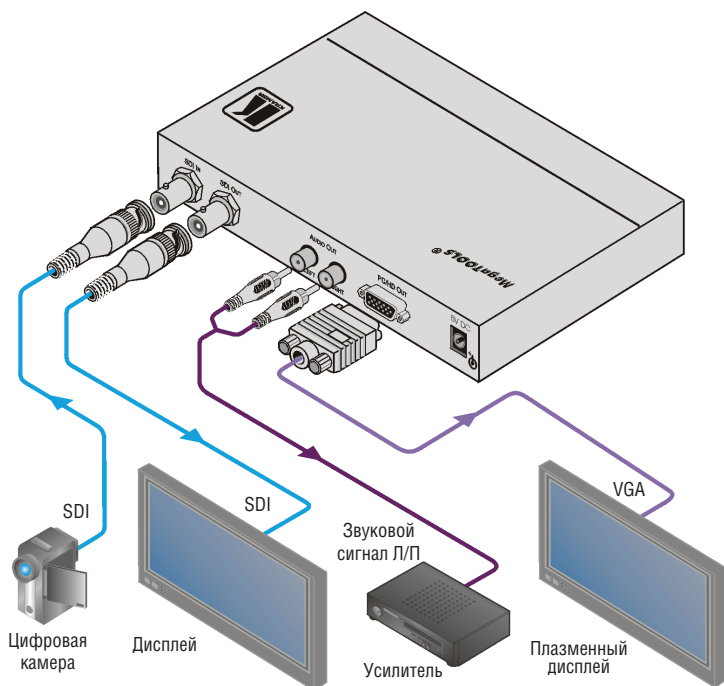

Рис. 9. Подсоединение масштабатора видеосигнала 3G HD-SDI в сигналы VGA VP-473
Чтобы подсоединить **VP-473** в соответствии с примером, приведенном на рис. 9:
5. Подсоедините сетевой адаптер 5 В постоянного тока к розетке входа электропитания, а адаптер подсоедините к розетке электросети (на рис. 9 не показан).